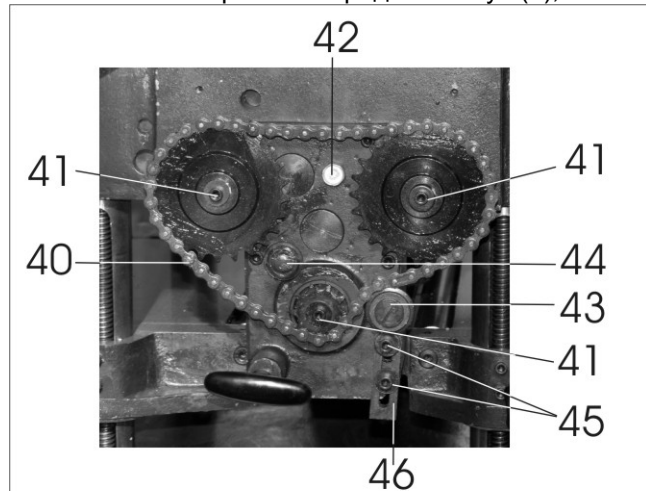

Рис.13
14.4. Своевременно проверяйте и при необходимости доливайте, выкрутив масляную пробку (42), трансмиссионное масло в редуктор автоматической подачи станка до середины окна уровня масла (44), Рис.13.
### 10.3. Регулировка натяжения цепи механизма автоматической подачи заготовки (Рис.13)